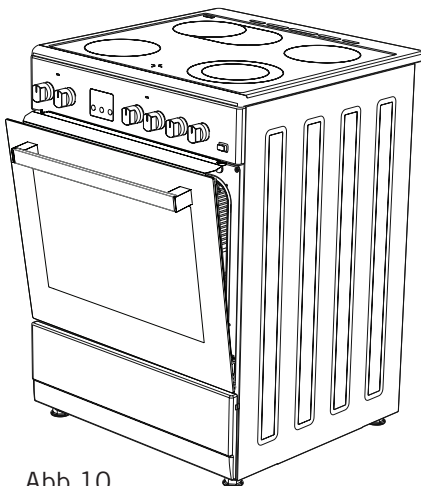

Abb.10
3. Befestigen Sie dann die Sicherheitsblende zwischen Ofen und vorderer Abdeckung, indem sie die Abdeckung vorsichtig schließen. (Abbildung 10)